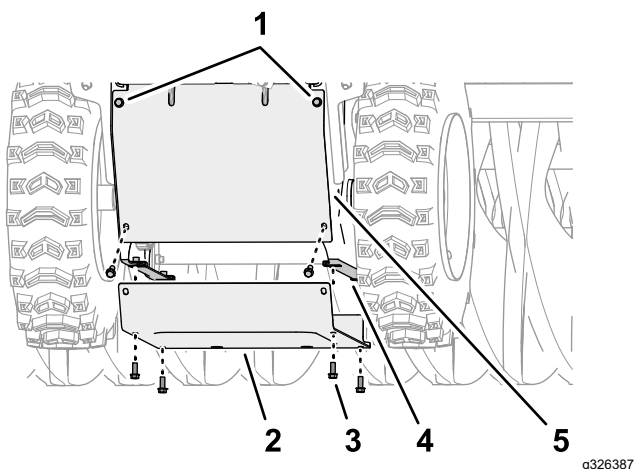

Figura 47
5. En la parte trasera de la máquina, afloje los 2 tornillos con arandela prensada superiores ($\frac{1}{4}$ " x $\frac{5}{8}$ ") que sujetan la cubierta trasera a la máquina (Figura 47).
6. Retire los 6 tornillos con arandela presada ($\frac{1}{4}$ " x $\frac{5}{8}$ ") que sujetan la cubierta inferior a la máquina, y retire la cubierta (**Figura 47**).